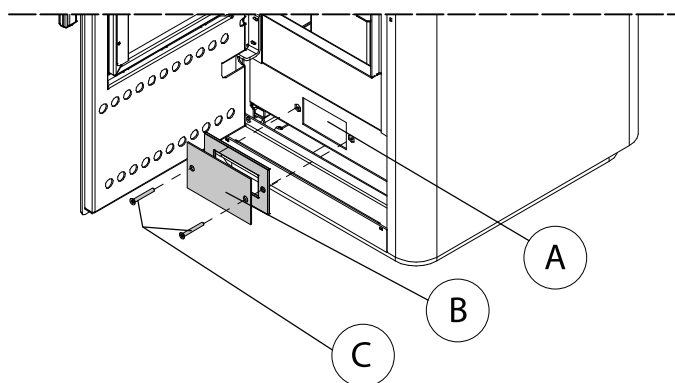

Fig. 6.1.2
para un acceso fácil al ventilador (A) basta con remover el tapón (B) con la guarnición relativa, actuando en los dos tornillos (C) (Fig. 6.1.2).